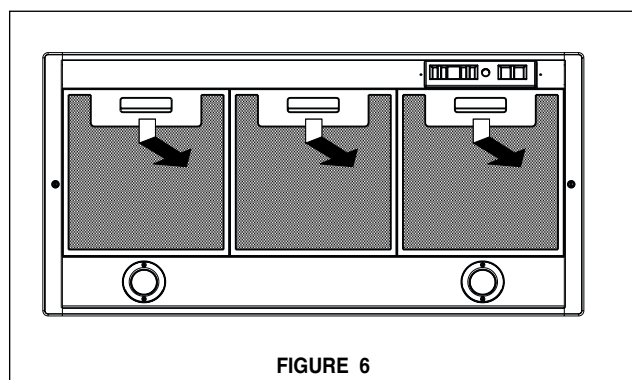

FIGURE 6
2. Retirer les filtres pour la graisse de l'appareil et mettre de côté. Retirer les filtres pour la graisse en pressant sur la poignée à l'avant du filtre, tel qu'il est illustré à la **FIGURE 6**. Au moment de les replacer, s'assurer que les filtres soient positionnés adéquatement, la poignée vers l'avant et visible.